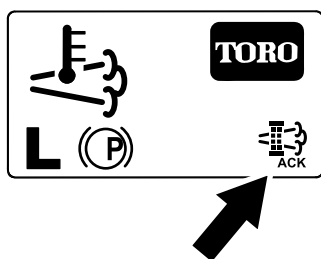

Figura 58
- El InfoCenter muestra la página de inicio y el icono de reconocimiento de regeneración (Figura 58) aparece en la esquina inferior derecha de la pantalla mientras se procesa la regeneración.